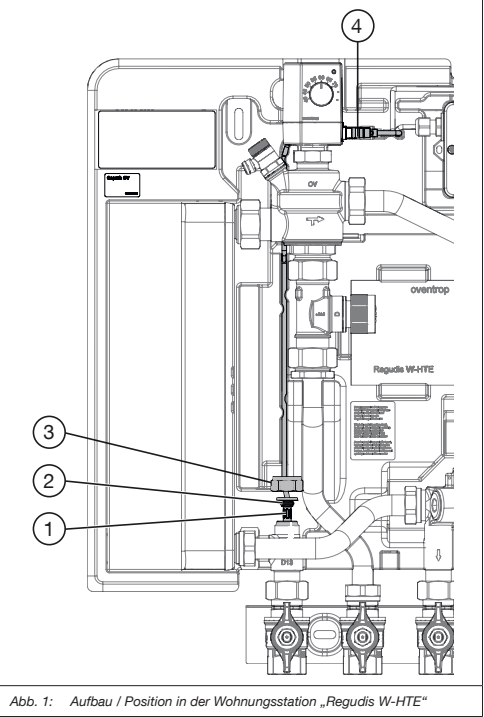

Abb. 1: Aufbau / Position in der Wohnungsstation „Regudis W-HTE“
4. Trennen Sie die Steckverbindung des Trinkwasser-Temperatursensors vom Stellantrieb (siehe Abb. 1 (4)). Sobald die Steckverbindung gelöst ist, zeigt der Stellantrieb eine Fehlermeldung an.
8. Schieben Sie die Verschraubung über die Steckverbindung zum Sensor (siehe Abb. 1 (3)) und ziehen Sie sie fest an (Drehmoment 15 Nm).